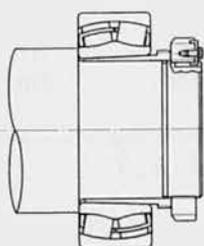
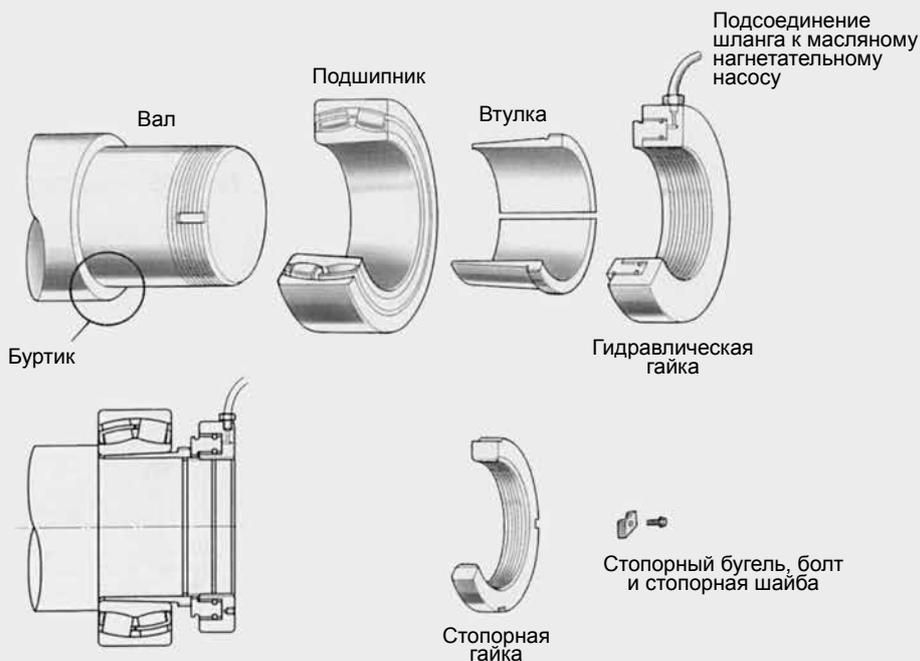

Рис. 6.17 Вид в собранном состоянии
Рис. 6.18 Способ гидравлической гайки
2) Способ гидравлической гайки (**Рис. 6.17** и **Рис. 6.18**)